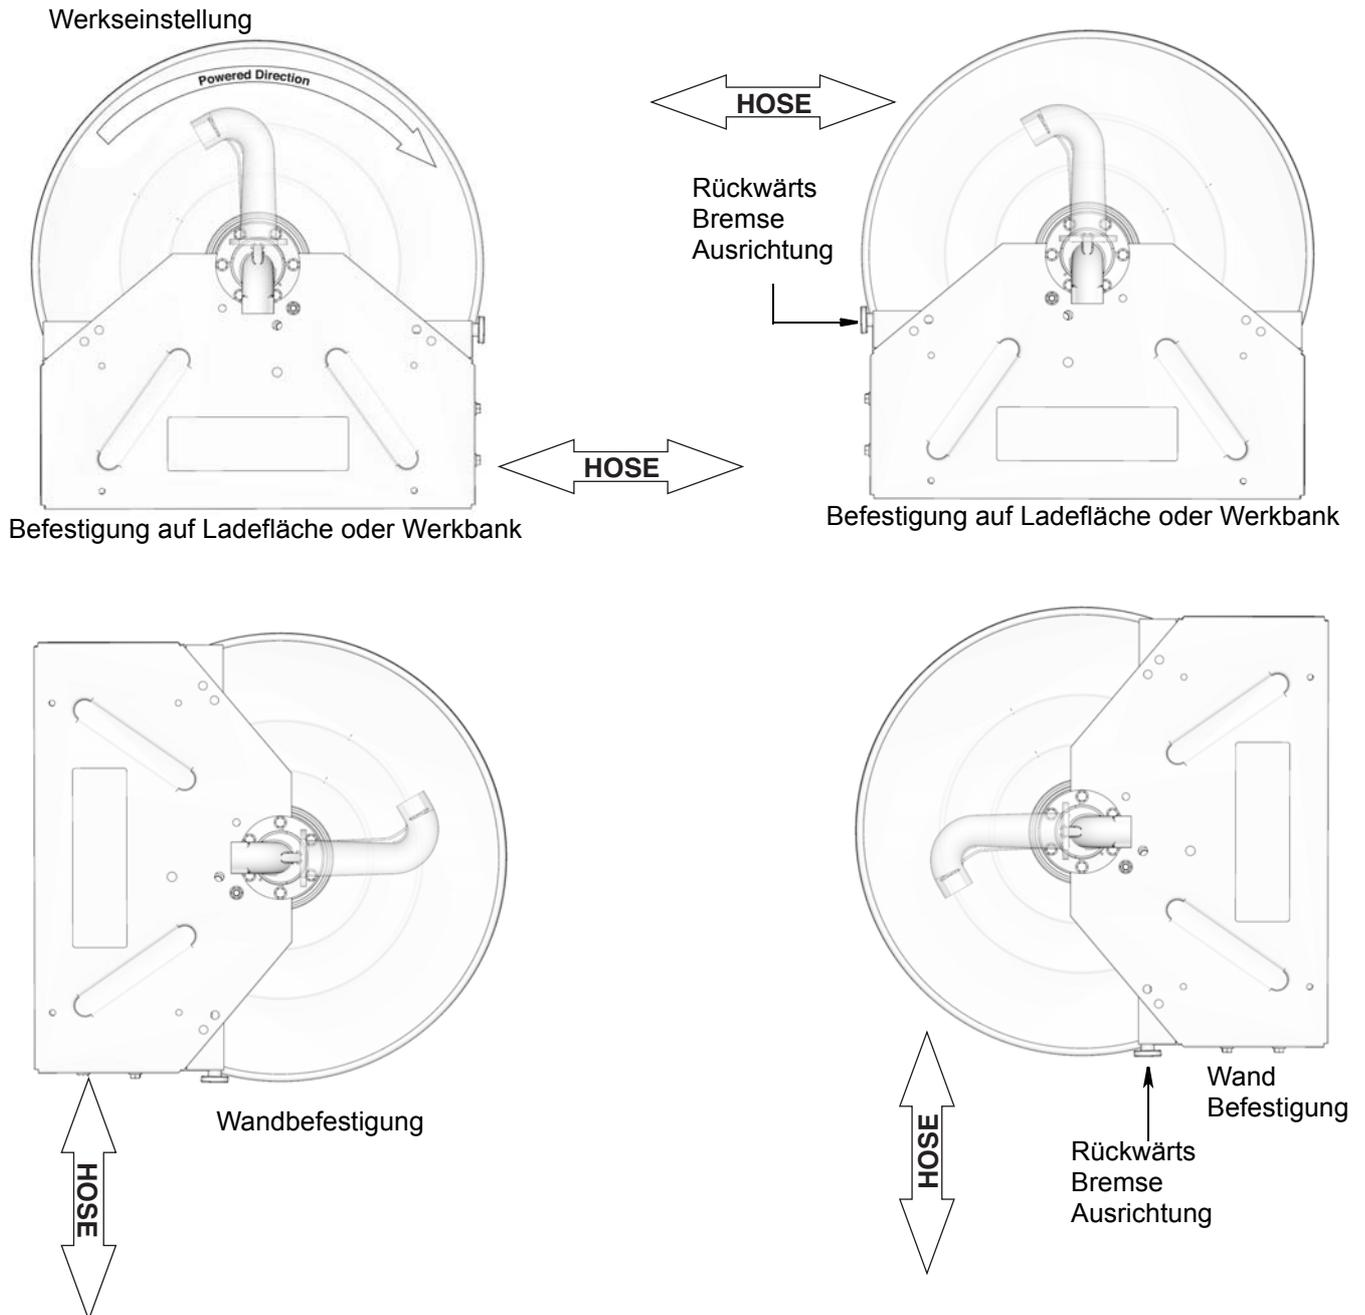
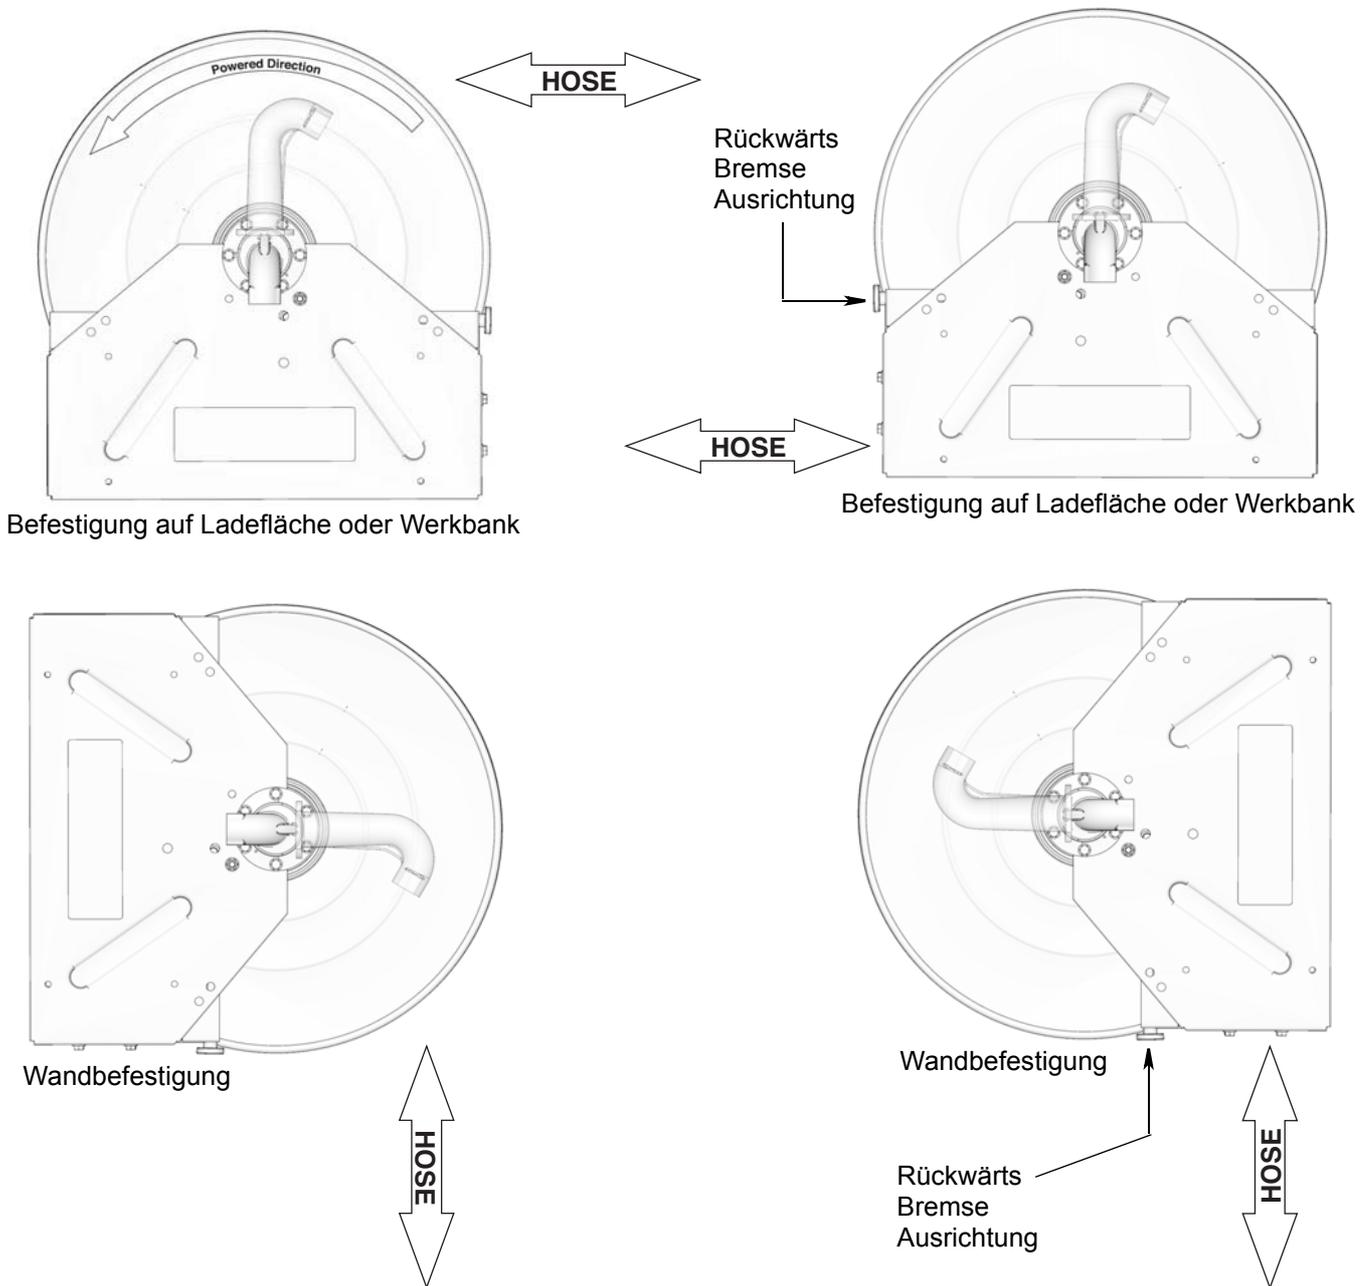

FIG. 22: Einlasseite gezeigt
FIG. 23: Einlasseite gezeigt
Die Ausrichtung vom Auslass (17) und Drehung von Motor (26) können entsprechend FIG. 22-FIG. 23 verändert werden.
In den Konfigurationen in FIG. 22 dreht sich Motor unter Strom gegen Uhrzeigersinn wenn von Motorseite auf Trommel geblickt wird. Alle vier Konfigurationen in FIG. 22 verfügen über die werksseitige Standardmotordrehung und Auslassausrichtung.
In den Konfigurationen in FIG. 23 dreht sich Motor unter Strom im Uhrzeigersinn wenn von Motorseite auf Trommel geblickt wird. Alle vier Konfigurationen in FIG. 23 erfordern das Umdrehen von Motordrehung (26) und Auslass (17).
3. Die korrekte Ausrichtung für Auslass (17) für den Installationsstandort bestimmen. Siehe Ausrichtung des Auslasses und Motordrehung, FIG. 22 auf Seite 29 und FIG. 23 auf Seite 30.